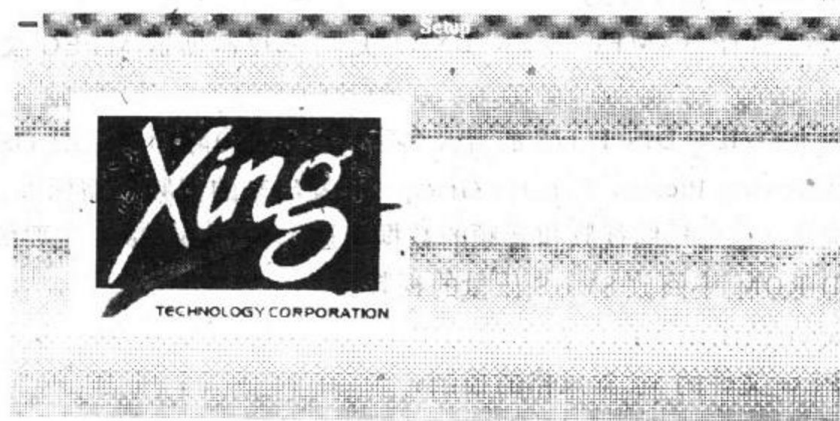

图 6-10
②或在 Windows 下的文件管理中, 选中安装盘的驱动器, 在 SETUP.EXE 文件处双击鼠标左键。随即进入设置初始化信息。
③然后进入封面屏幕 (图 6-10)